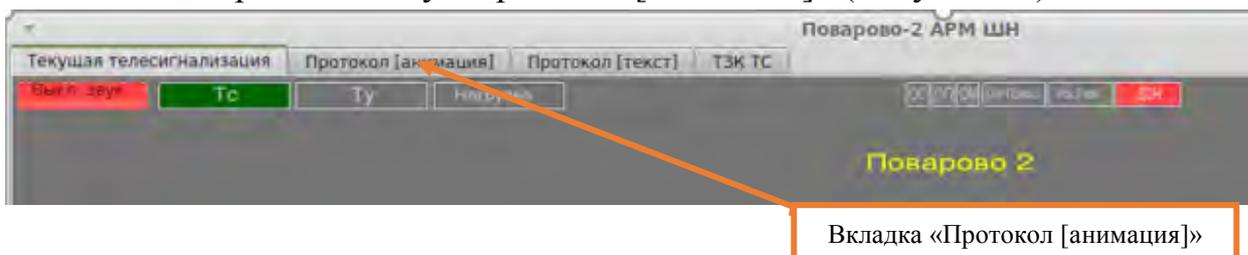

Рисунок 14. Вкладка «Протокол [анимация]».
7.2.2 Выбрать вкладку «Протокол [анимация]» (Рисунок 14).